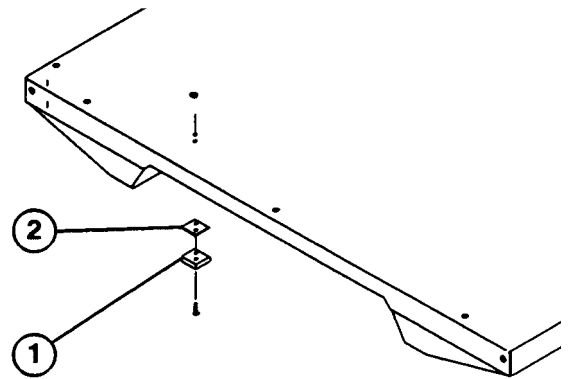

Bild 6
5. Die Maschinenschrauben und Sperrmuttern entfernen, mit denen die (2) Abstandsblöcke und Beilagscheiben vorne an der Unterseite der Flachmulde (Bild 6) abgesichert sind.